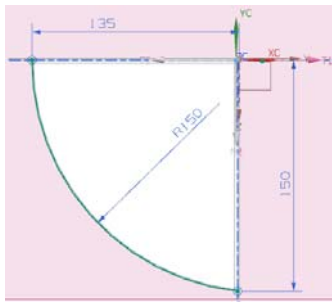

图 4-96 绘制轮廓曲线
(4) 在“创建草图”对话框中单击<确定>按钮，进入草图绘制环境，绘制如图4-96所示的草图。单击“完成”图标，草图绘制完毕。